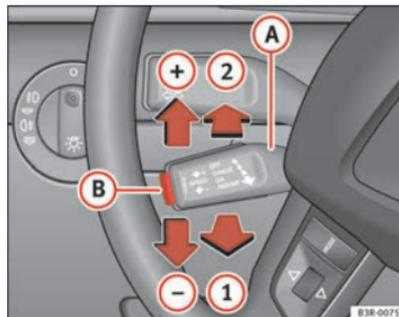

Fig. 140 Éléments de commande du régulateur de vitesse
- Tirez le levier **(A)** en position  $\Rightarrow$  page 183, fig. 140 **(1)** afin d'activer le système.
- Poussez le levier **(A)** vers le haut, dans le sens  $\Rightarrow$  page 183, fig. 140 **(+)**.
- Poussez le levier **(A)** vers le bas, dans le sens  $\Rightarrow$  page 183, fig. 140 **(-)**.
- Chaque fois que vous poussez brièvement le levier **(A)** vers le haut, dans la direction  $\Rightarrow$  page 183, fig. 140 **(+)**, la vitesse augmente de 2 km/h environ.
- Chaque fois que vous poussez brièvement le levier **(A)** vers le bas, dans la direction  $\Rightarrow$  page 183, fig. 140 **(-)**, la vitesse diminue de 2 km/h environ.
Si au moment de la mise hors circuit provisoire du dispositif, aucune vitesse n'était programmée, vous pouvez mettre en mémoire une nouvelle vitesse souhaitée en procédant comme suit : conduisez à la vitesse souhaitée, puis appuyez brièvement sur la touche ⇒ page 183, fig. 140 **(B)** (SET).
- Poussez le levier **(A)** ⇒ page 183, fig. 140 en position **(2)** (le faire encliqueter).